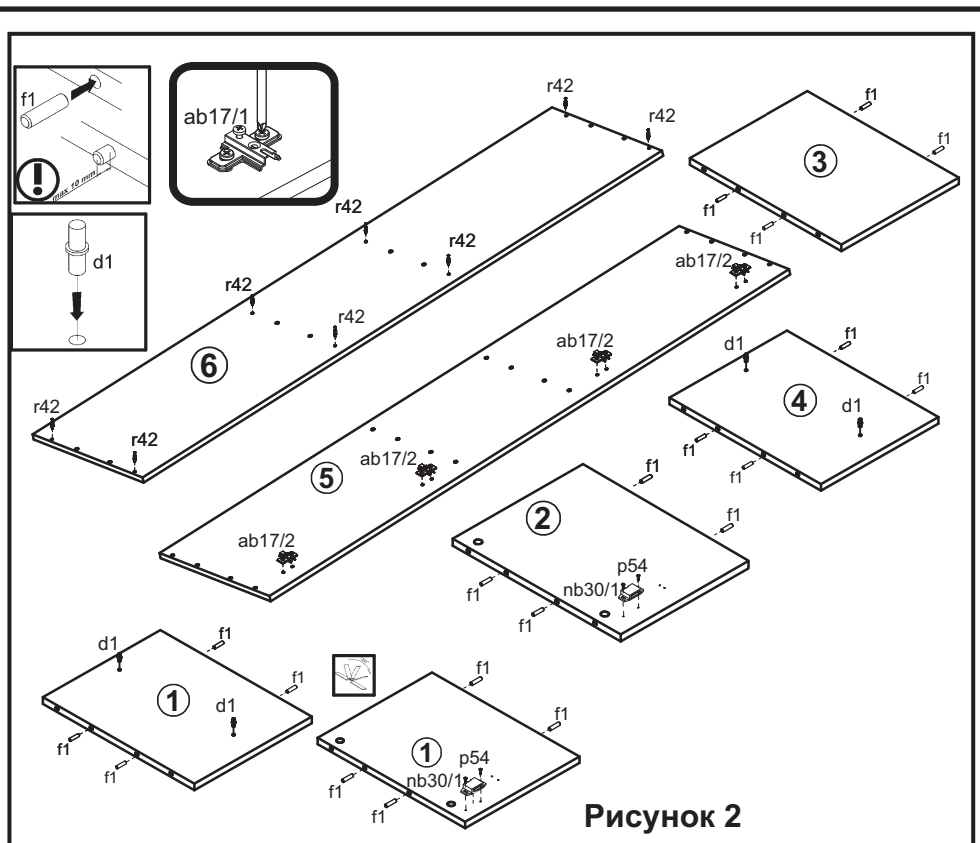

Рисунок 2
2. В отверстия $\varnothing 8$ мм на задней кромке щита горизонтального 1 вбить деревянные шканты f1 (см.рис.2).
4. Соединить между собой детали полки 1 и 2, стянуть их конформатами e1 (см.рис.2).
- В отверстия $\varnothing 8$ мм на верхних и нижних краях стенок боковых **2, 3** и стенок средних **4, 1** вбить деревянные шканты **f1** (рис. 2).
- В отверстия $\varnothing 3$ (кернения) на внутренней поверхности стенки боковой левой **2** и правой **1** защелки магнитные **n2** шурупами **p54** (см.рис. 2).
- В отверстия $\varnothing 5$ мм на верхней поверхности щита нижнего **5** закрепить ответные планки петель **ab17/2** (см. рис. 2).
- В отверстия $\varnothing 5$ мм на поверх ностях стенок средних **1, 4** вставить полкодержатели **d1** (см. рис. 2.)
- В отверстия $\varnothing 5$ мм на нижней поверхности щита верхнего **6** вкрутить винты стяжки **r42** (см. рис. 2, 3).
4. В отверстия **Ø5 мм** на внутренних поверхностях стенок боковых **3,4**, на обеих поверхностях стенки средней **2** вставить полкодержатели **d1** (см. рис. 2).
5. В отверстия **Ø5 мм** на внутренней поверхности щита верхнего **5**, стенок боковых **3, 4**, на обеих поверхностях стенки средней **2** вкрутить винты стяжки **r42** (см. рис. 2, 3).